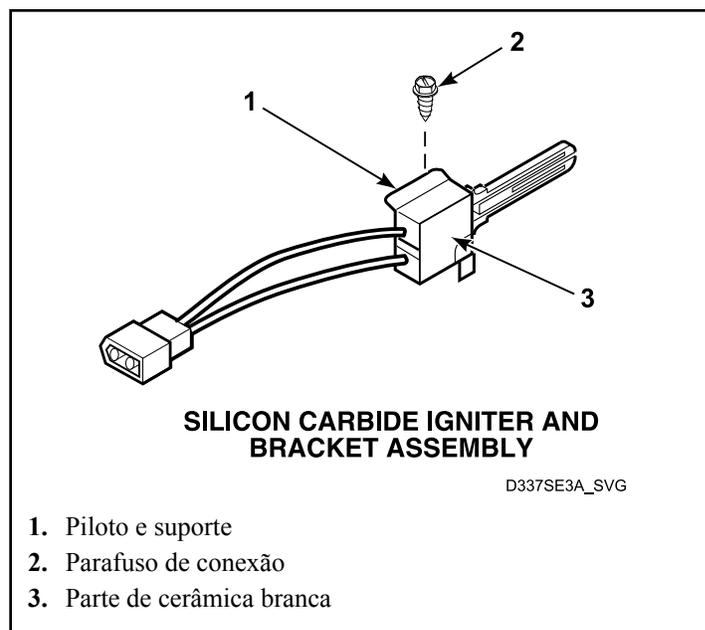

Figura 14
6. O medidor deve ler entre 45 – 200 ohms. Consulte a *Figura 14*.